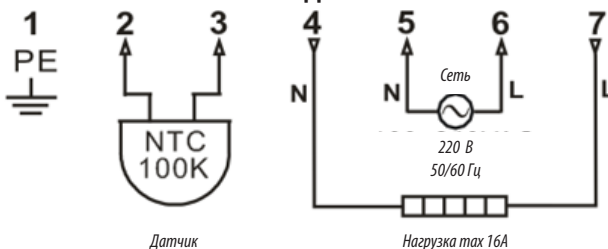

Рисунок 4
3. Датчик температуры пола должен быть подключен к клеммам №№ 2-3 (см. рисунок 4) Даже если терморегулятор будет использоваться в режиме работы от датчика воздуха, датчик пола необходимо подключить. В случае если датчик не будет подключен, терморегулятор не включит нагрев, а на экране высветится код ошибки E2, информирующий об ошибке в работе датчика температуры пола.